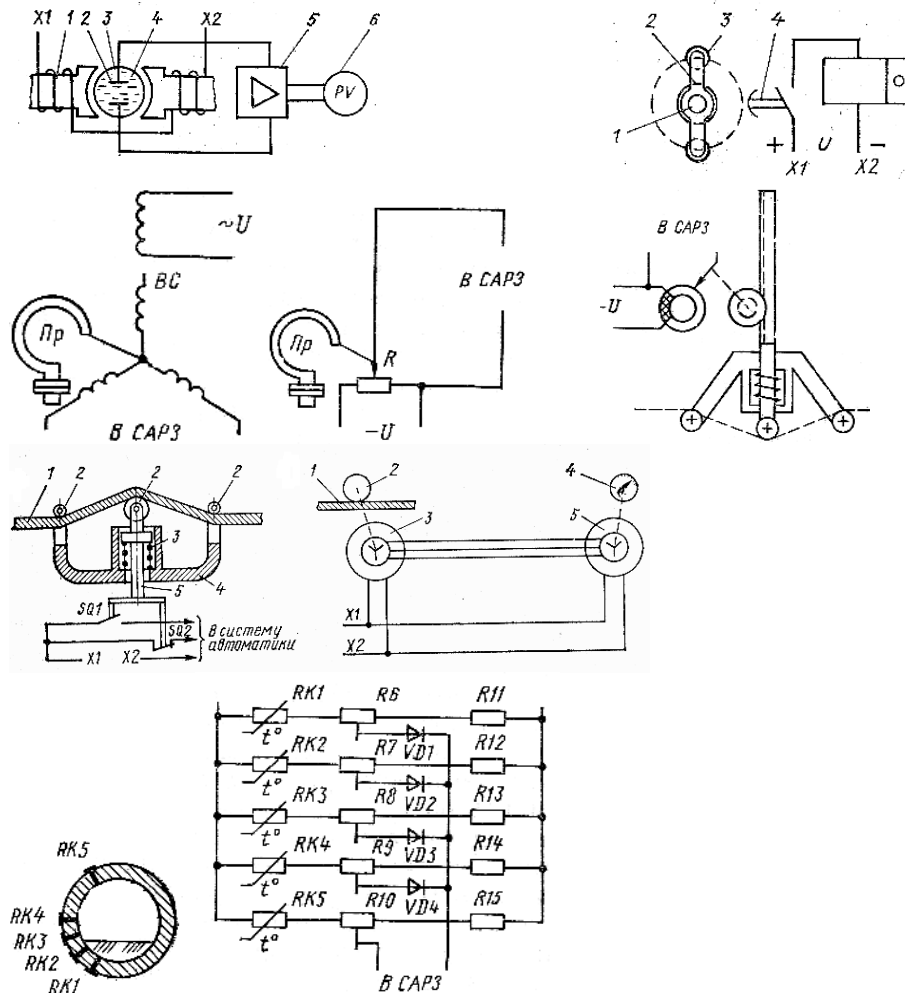

Рис. 3
3. Назвать элементы и назначение в приборов технологического контроля работы земснаряда (рис.3). Объяснить принцип работы данных приборов.